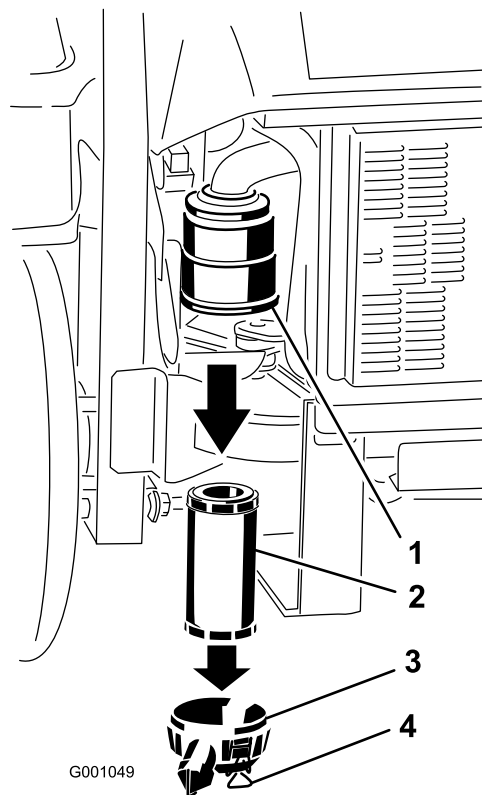

Figura 32
3. Abra los cierres del limpiador de aire y tire de la tapa del limpiador de aire para separarla de la carcasa del limpiador de aire (Figura 32).
5. Extraiga con cuidado el filtro de la carcasa del limpiador de aire (Figura 32). Evite golpear el filtro contra el lado de la carcasa.